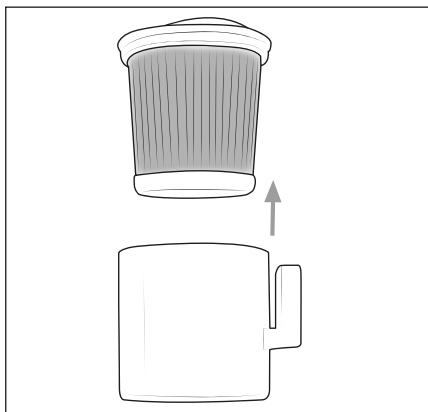

Fig. 17
- 4) Når du har fjernet støvbeholderen **7**, kan du tage HEPA-filterbeholderen **5** ud af produktet. Tag HEPA-filteret **4** ud af HEPA-filterbeholderen **5** ved at holde i HEPA-filterets **4** åbning og trække det ud af HEPA-filterbeholderen **5** (se fig. 17).